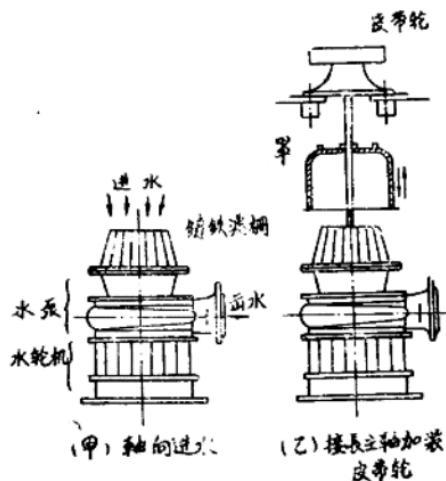
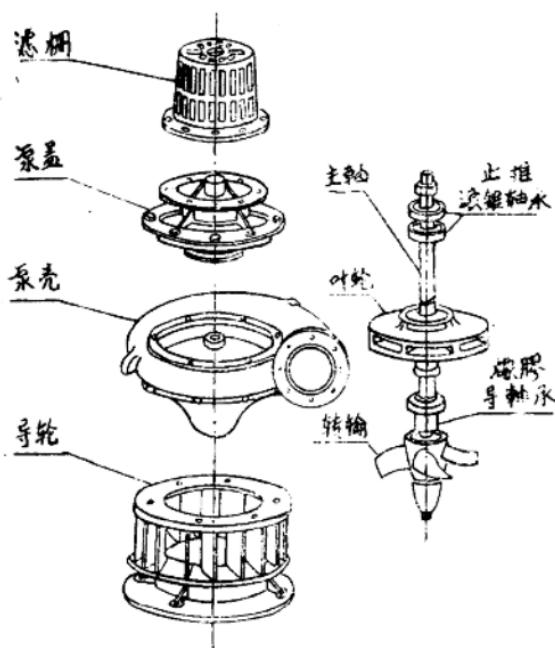
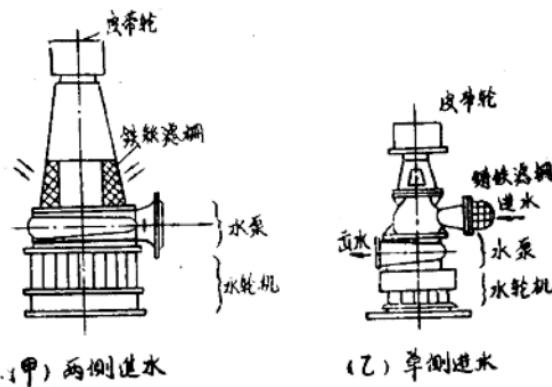
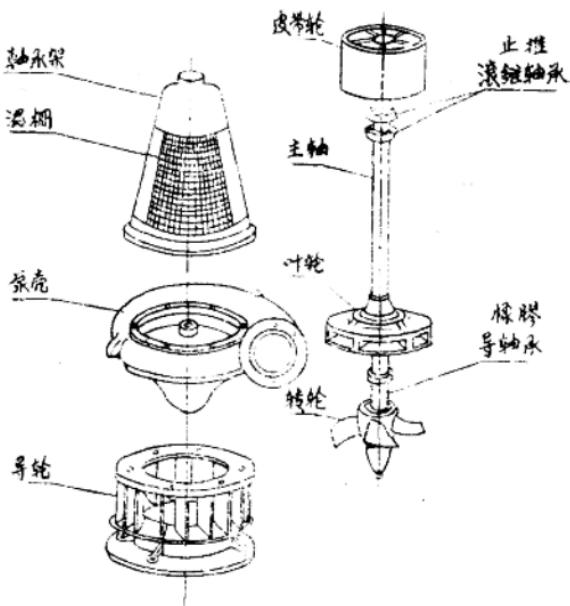

图 1-3 抽水为主的水轮泵
图 1-4 不带皮带轮水轮泵解剖图
图 1-5 综合利用的水轮泵
图 1-6 带皮带轮水轮泵解剖图
水轮泵结构比较简单，它由水轮机和水泵两个主要部分组成：水轮机在下，水泵在上，装在同一根轴上，组成一个整体。以抽水为主的水轮泵，一般不带皮带轮（图1-3甲），如要综合利用，则需接长主轴加装皮带轮（图1-3乙）。这种不带皮带轮的水轮泵解剖图如图1-4所示。综合利用的水轮泵，在出厂时就装有皮带轮（图1-5），其解剖图见图1-6。
**泵盖和滤栅：**泵盖装在泵壳上，用铸铁制成。滤栅的作用是阻挡进入水泵中悬浮的杂草。不带皮带轮的水轮泵，滤栅就装在泵盖上（图1-3）。带皮带轮的水轮泵，改为侧向进水，滤栅装在进水口方向上，用铸铁浇成或金属丝编织制成（图1-5）。